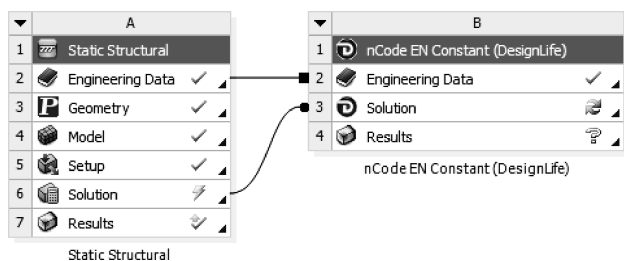

图 9-26 创建 nCode EN Constant (Design Life) 分析
(1) 单击主菜单【File】→【Close Mechanical】。
(2) 返回 Workbench 主界面, 然后右键单击结构静力分析【Solution】单元, 从弹出的菜单中选择【Transfer Data To New】→【nCode EN Constant (Design Life)】, 即创建疲劳分析, 此时相关联的数据共享, 如图 9-26 所示。
(3) 右键单击结构静力项目【Solution】, 从弹出的菜单中选择【Update】升级, 把数据传